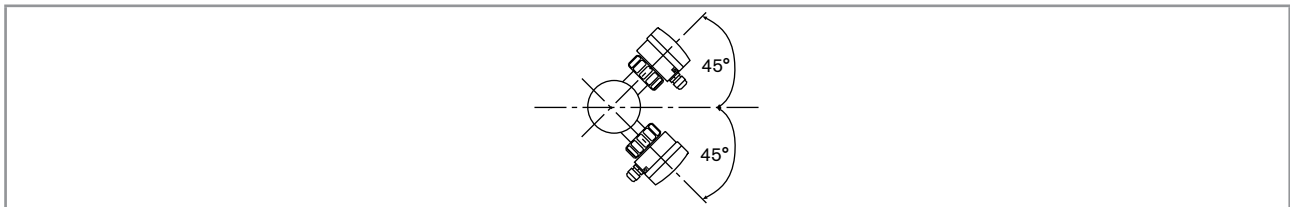

図 4: 配管に関する装置の取付け角度
- 電極の付着物や気泡による誤測定を避けるために、配管の水平方向の中心から45°の角度で装置を取付けます (図 4を参照)。